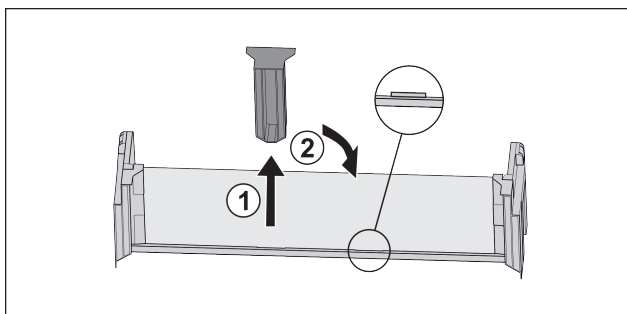

Fig. 103
- ▶ Skinite srednji pridržni dio Fig. 103 (1).
- ▶ Umetnite srednji pridržni dio na drugom položaj Fig. 103 (2).